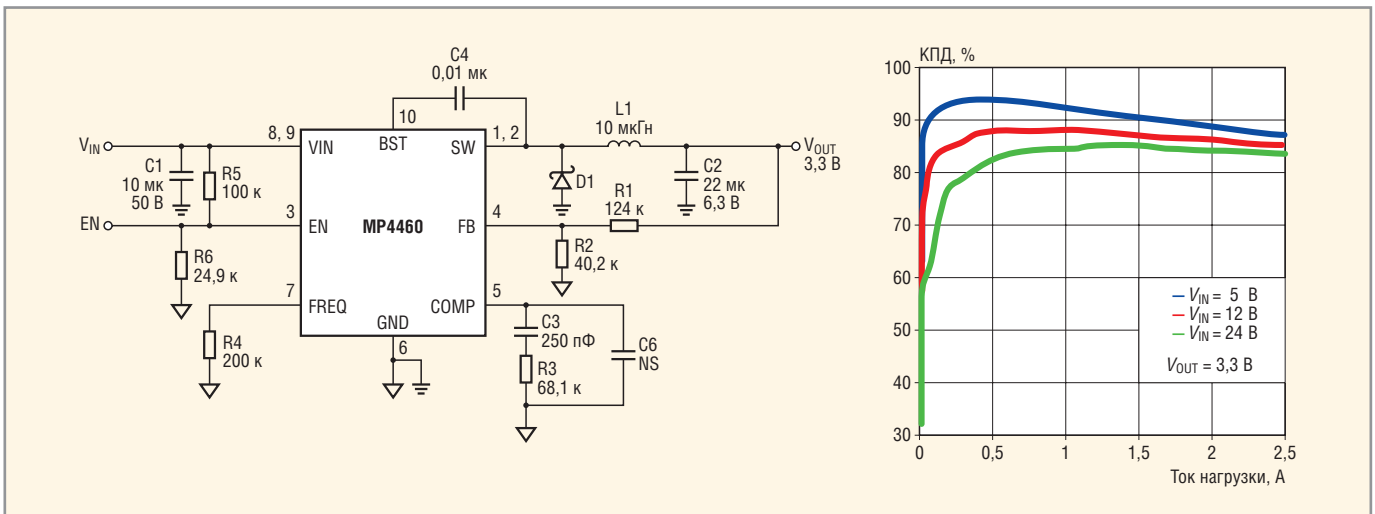

Рис. 6. Типовая схема включения преобразователя MP4460 и зависимость его КПД от тока нагрузки
- высокий КПД: до 95% (см. рис. 6 и 7);